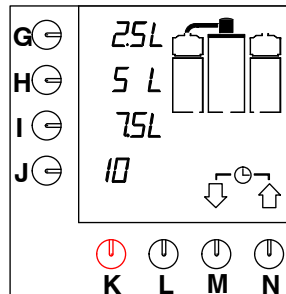

Fig. 5 Display med standardinnstillinger
- Indikasjonslampa i bryteren tennes. De innstilte standardbetingelsene og verdiene vises i displayet (fig. 5).